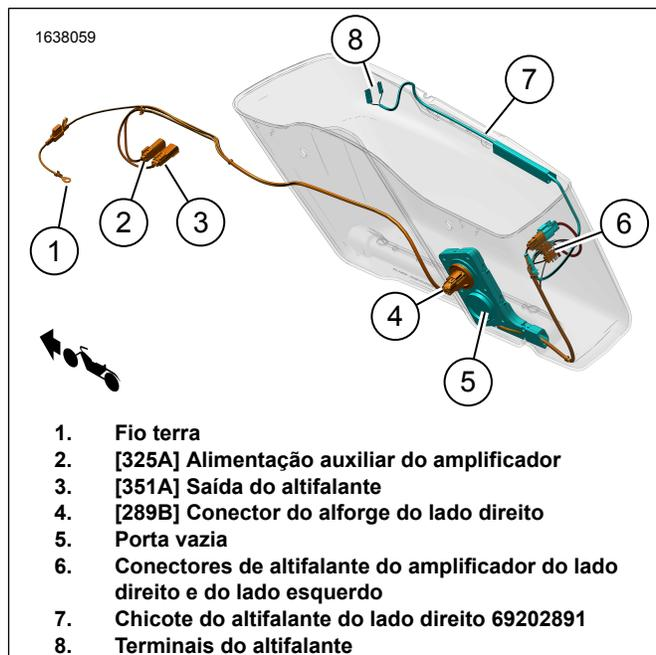

Figura 5. Encaminhamentos do Chicote do Alforje do Lado Direito
- g. Encaminhe o chicote (5) através do orifício do buçim.
- h. Instale o buçim (3) no chicote de fios (5).
- i. Ajuste o buçim (3) conforme necessário e instale-o no alforge.
13. Ver a Figura 5. Instale o chicote do altifalante do lado direito.
- b. Ver a Figura 5. Encaminhe o chicote de fios (7) conforme demonstrado.